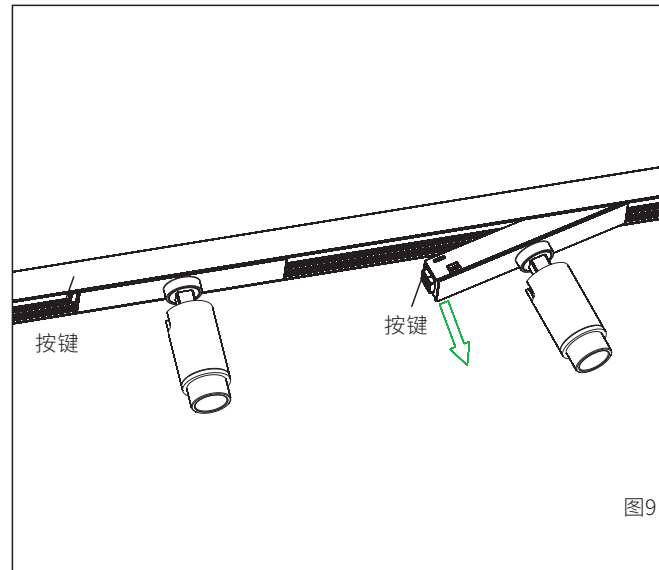

图9
1.按压射灯电源盒一侧凸出的按键,此端卡扣内缩,按住按键不放,先将此端向下拉出,如图9所示;